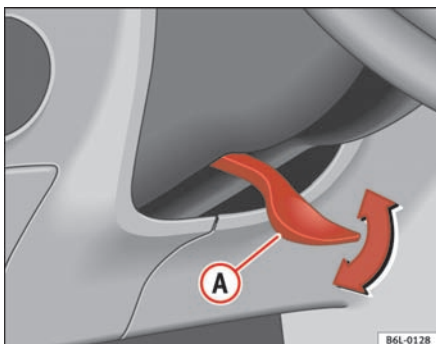

Fig. 92 Sådan indstilles rattet.
- Drej armen under ratstammen ⇒ fig. 92 nedad ⇒ ⚠.